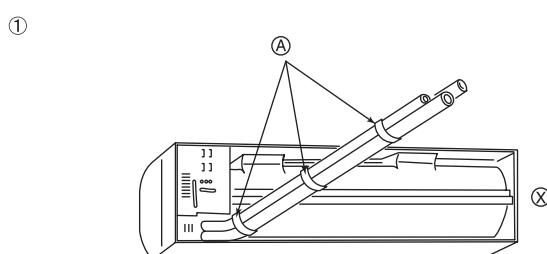

Fig. 3-4
- ① Maak een draad vast aan het gat.
② U kunt er eenvoudig voor zorgen dat het apparaat waterpas wordt geïnstalleerd door een gewicht aan het draad te hangen en de draad op één lijn te brengen met de markering.
- ① Pijpen aan de achter-, rechter- en onderkant (Fig. 3-4)